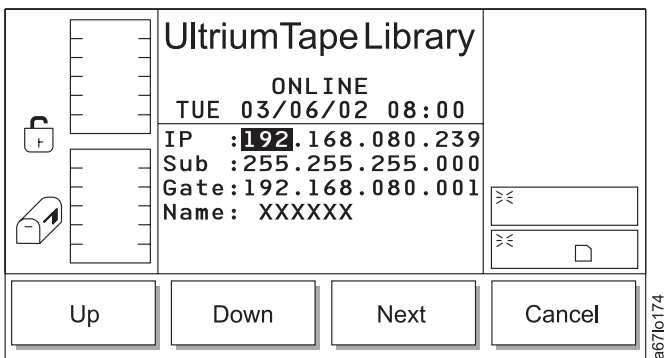

Abbildung 44. RMU-Dialog
- 2. Wählen Sie **Setup —> Library —> RMU** aus. Der RMU-Dialog erscheint (siehe Abb. 44).
Tabelle 12. Übersetzung von Abb. 44, RMU-Dialog
3. Benutzen Sie die Knöpfe unter den Programmfunktionssymbolen **Up** und **Down**, um die IP-Adresse, die Teilnetzadresse, den Gateway und den Namen einzugeben (ähnlich den Beispielwerten in Abb. 44 auf Seite 60). Drücken Sie den Knopf unter dem Programmfunktionssymbol **Next**, um das aktuelle Feld zu akzeptieren und mit dem nächsten Feld weiterzumachen.